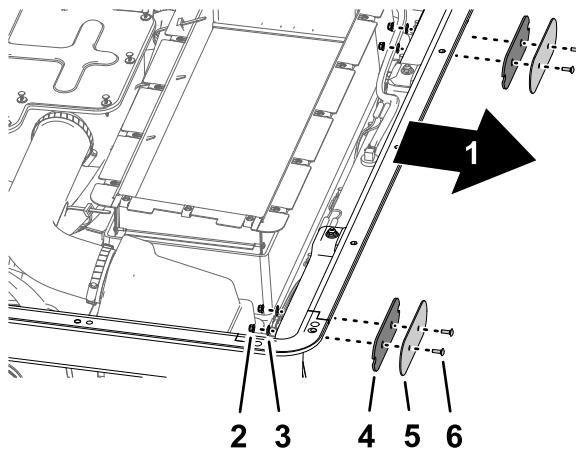

Figure 33
1. À l'avant du pavillon intérieur, retirez les 2 boulons de carrosserie (nº 10 x 5/8 po), les 2 rondelles (nº 10) et les 2 contre-écrous à embase (nº 10) qui fixent la protection de feu avant et le joint au pavillon intérieur, et déposez la protection et le joint (Figure 33).
- À l'arrière du pavillon intérieur, retirez les 2 boulons de carrosserie (n° 10 x 5/8 po), les 2 rondelles (n° 10) et les 2 contre-écrous à embase (n° 10) qui fixent la protection de feu arrière et le joint au pavillon intérieur, et déposez la protection et le joint (Figure 33).